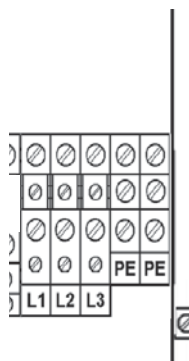

fig. 20: Morsetti di alimentazione dalla rete
- Morsetti di alimentazione dalla rete (fig. 20)